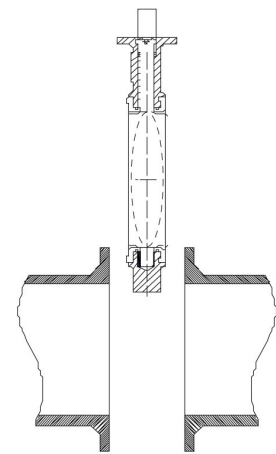

图1 Figure1
- 对齐管路，并确保全开阀门时，阀体与法兰面无实际的表面接触 (图1)；
Align the piping, make sure valve disc does not contact the flange surfaces (Figure 1).